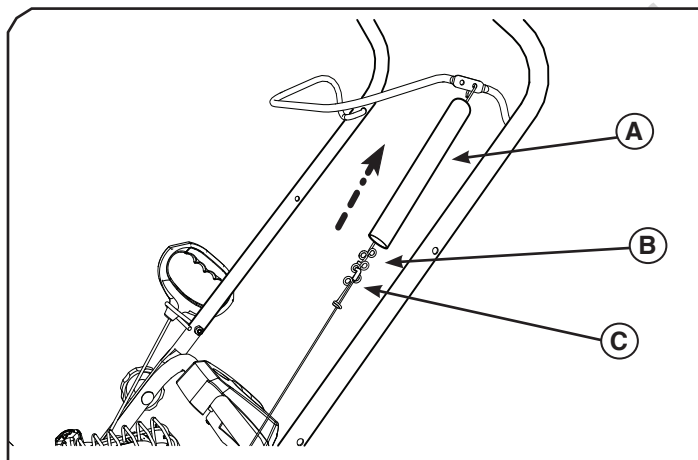

Figura 8
2. Levante la funda del cable (A, Figura 8) para exponer los bucles de ajuste (B) y la pieza de extremidad del cable (C).